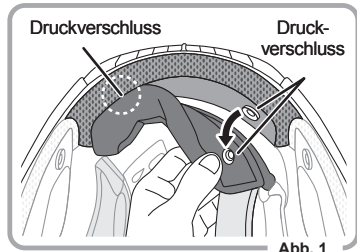

Abb. 1
1. Druckverschlüsse hinten öffnen. (Abb. 1)